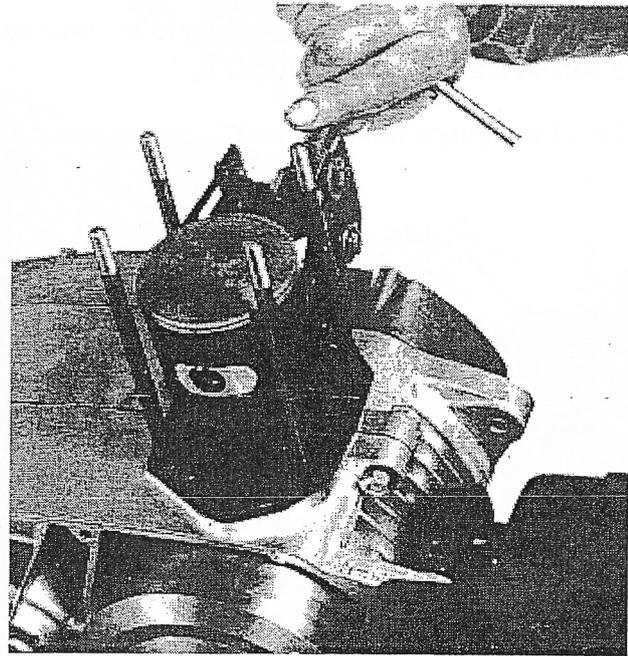

FIG 3
7. Empuja el quita-bulones OSSA, herramienta No. 999-202 contra un lado de este. Aguanta el pistón con una mano para prevenir cargas laterales a la biela. Con la palma de la otra mano, empuja el quita-bulones para que se deslice fuera del pistón (Fig 3)
Si el bulón se resiste, deja la guía y utiliza un extractor para quitarlo (Fig 3). No intentes quitar el bulón golpeando la guía con una maza. En condiciones normales la biela no recibe cargas laterales y no está diseñada para soportarlas. Incluso un leve golpeteo contra el bulón puede dañar la biela o su rodamiento